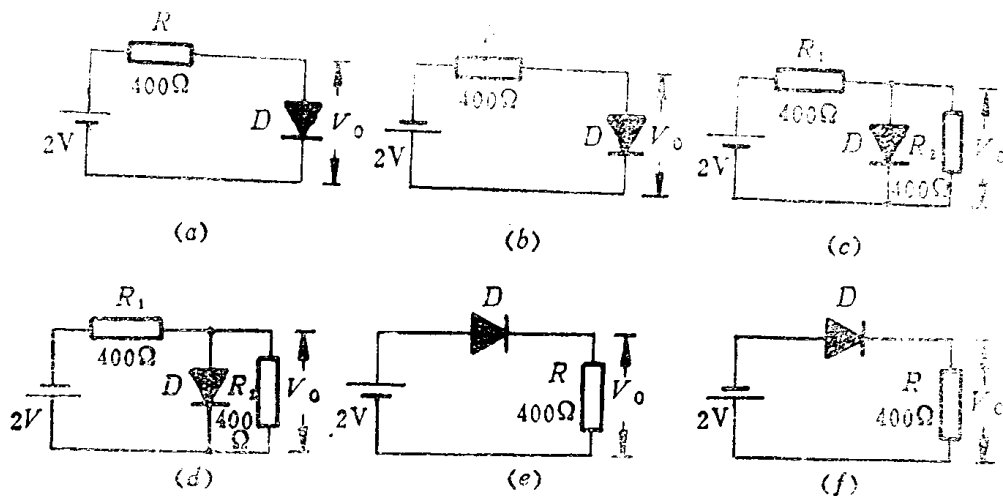

图 1—7
1.3 图1—7所示电路中二极管导通时电压降为0.7V，击穿电压为50V，估算图中